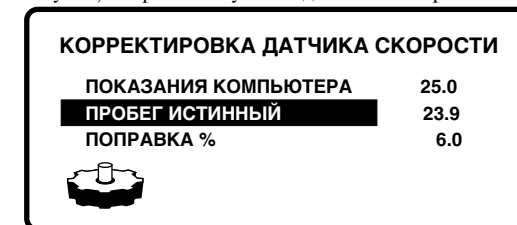

Рис. 4.6
C.5 [**<>**] - подтвердите свой выбор, на экране появится подменю установок. Например, рис. 4.6.
D.1 [**<>**] - входим в установку первого разряда. Например рис. 4.6. Цифровое поле инвертируется и мигает устанавливаемый разряд.